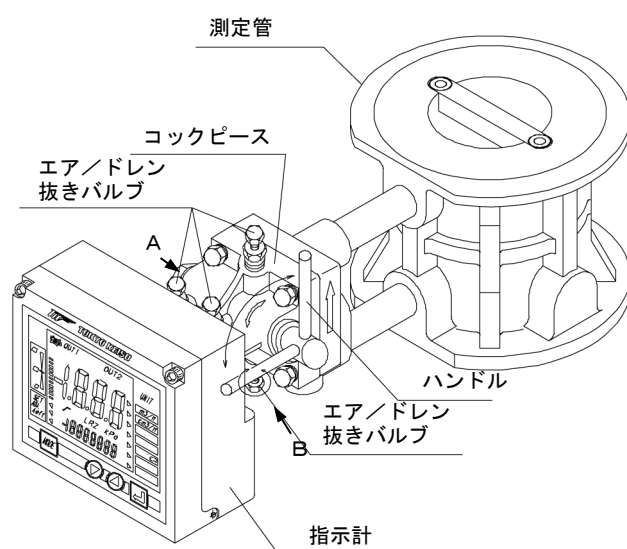

図 3
- 測定管に流体を流す前にコックピースのバルブが閉の状態(ハンドル：垂直)になっていることを確認してください。(図3参照)
- 均圧バルブは図3に示す寸法以上ゆるめないでください。寸法以上ゆるめると、2) 指示計センサに流体圧力を導いた際、Oリングシールが外れ流体が漏れる恐れがあります。
- 2) クピースのバルブをゆっくり開の状態(ハンドル：水平)にしてください。(図3参照)
- 3) エア／ドレン抜きバルブ(全4ヶ所)、エア／ドレン抜きねじ(全2ヶ所)を流体が流出するまでゆるめて、コックピース内、指示計センサ部内のエア／ドレンを十分に除去してください。(図3～5参照)